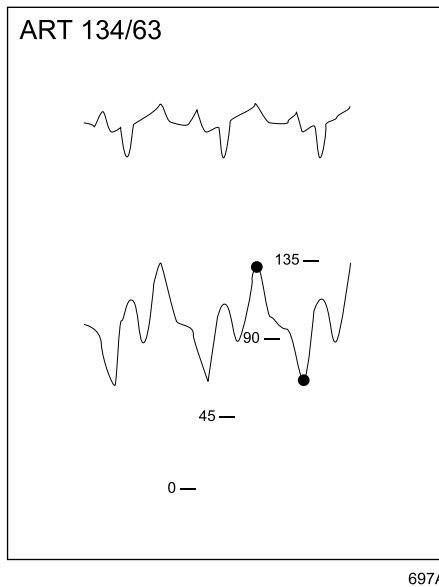

Abbildung 1
- Wenn die augmentierte Diastole größer ist als die Systole des Patienten, ist die erweiterte Diastole gleich der augmentierten Systole. (siehe Abbildung 1)